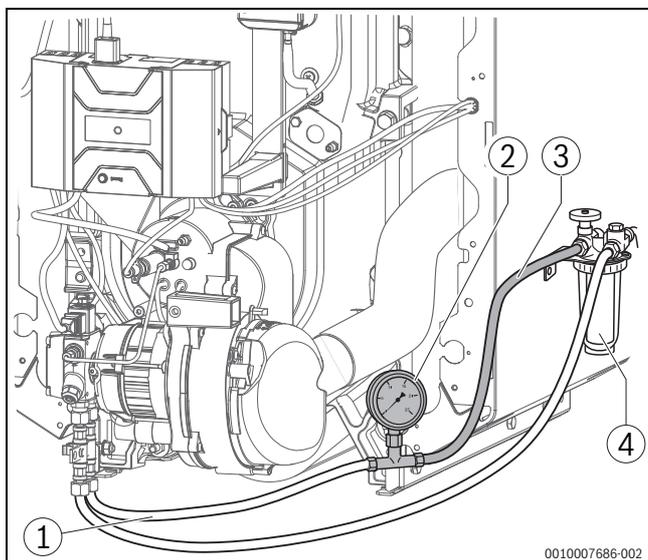

Bild 18 Ölfilter, Vakuummeter und transparenter Schlauch (dargestellt: 18-49 kW)
- ▶ Vakuummeter (→ Bild 18, [2]) mit transparentem Schlauch (→ Bild 18, [3]; Zubehör), wie dargestellt, zwischen Ölfilter (→ Bild 18, [4]) und Ölsaugleitung (→ Bild 18, [1]) montieren.
- ▶ Blasenfreiheit des angesaugten Öls über den transparenten Schlauch (→ Bild 18, [3]) kontrollieren.
- ▶ Ölsperrhahn am Ölfilter (→ Bild 18) schließen und transparenten Schlauch (→ Bild 18) mit Vakuummeter (→ Bild 18) demontieren.
- ▶ Ölsaugleitung (→ Bild 18) an den Filteranschluss des Ölfilters anschließen.